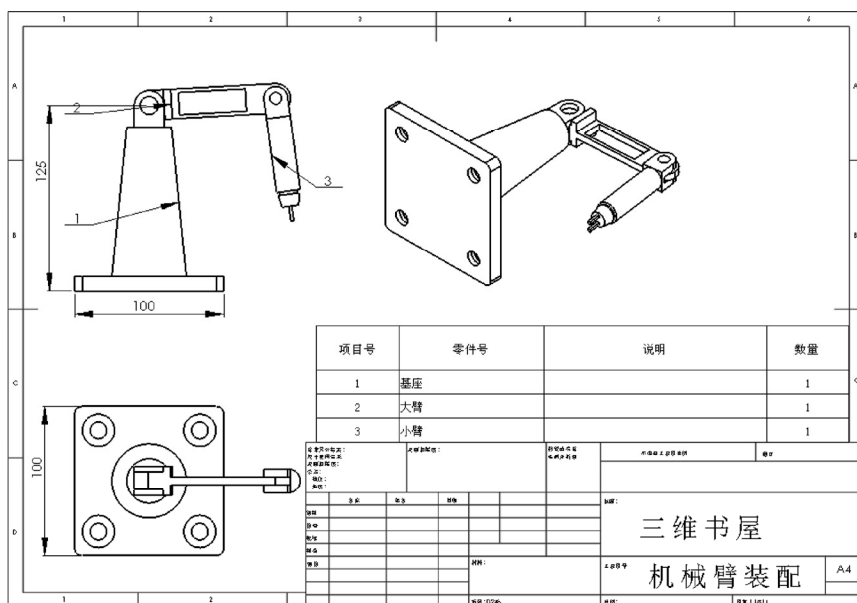

图 6-94 添加技术要求
**11** 选择菜单栏中的“插入”→“注解”→“注释”命令，或者单击“注解”控制面板上的“注释”按钮 ，为工程图添加注释，如图 6-94 所示。此工程图即绘制完成。